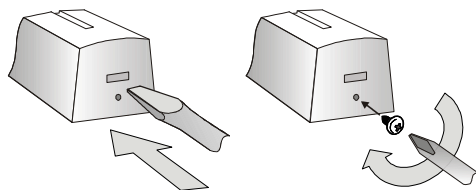

Figura 2: Abertura de la tapa del detector y fijación por tornillo
1. Abra la tapa del detector apretando el cerrojo véase la figura 2.